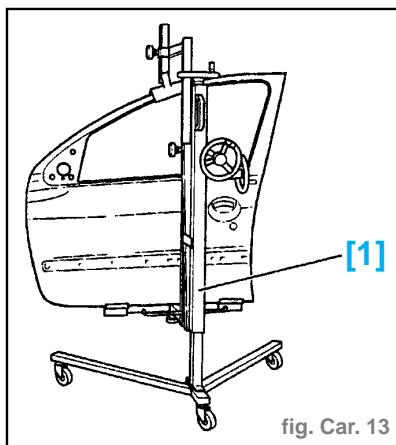

fig. Car. 13
- Placer la porte sur le support [1] (fig. Car. 13).